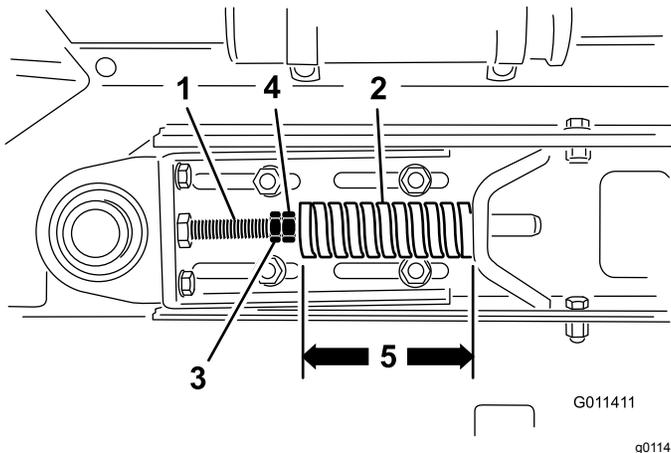

Рисунок 26
1. Ослабьте контргайки и отрегулируйте гайки натяжной тяги (Рисунок 26) для получения необходимого натяжения.